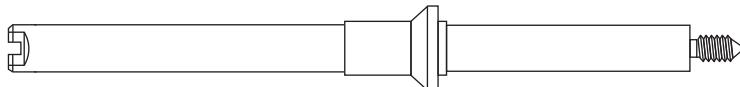

Figura 10 Staffa di montaggio (G4513-20561)
- 7 Installare la staffa di montaggio dell'iniettore (G4513-20561, Figura 10) sulla connessione filettata del coperchio di ingresso del GC. Se si utilizza una staffa non corretta (ad esempio la staffa per montaggio per ALS 7683B) l'iniettore non funzionerà. La staffa di montaggio fornita nel presente kit supporta solo l'iniettore G4513A.